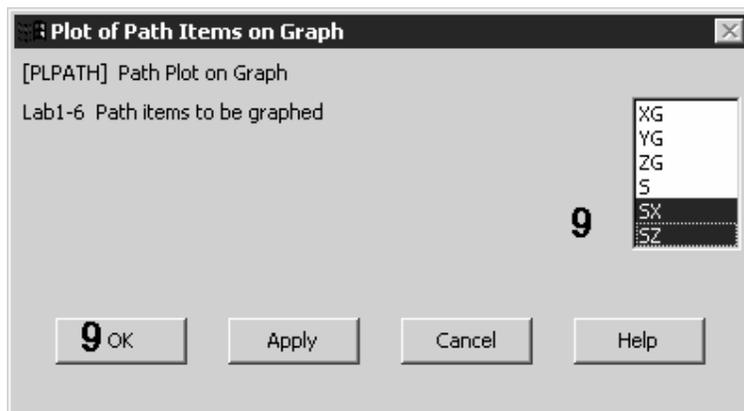

图 12.49 绘制路径项曲线对话框
8. 下面来绘制径向、周向应力沿路径的变化曲线。选取菜单路径 Main Menu | General Postproc | Path Operations Plot Path Item | On Graph, 将弹出 Plot of Path Items on Graph (绘制路径项曲线)对话框, 如图 12.49 所示。